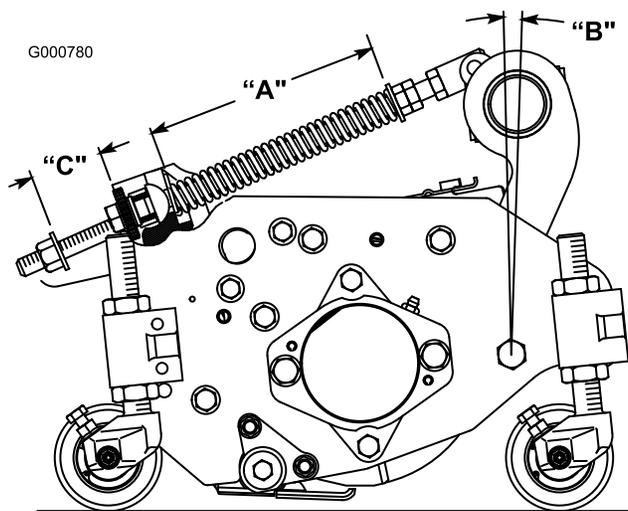

Figura 8
El muelle de compensación del césped (Figura 8), que conecta el bastidor de tiro a la unidad de corte, controla la rotación adelante - atrás, y la altura sobre el terreno en el transporte y en los giros.
- Apriete la contratuerca del extremo trasero de la varilla del muelle hasta que el hueco (C) entre la parte trasera del soporte del muelle y la parte delantera de la arandela sea de 25 mm (Figura 8).
2. Apriete las tuercas hexagonales del extremo delantero de la varilla del muelle hasta que la longitud comprimida (A) del muelle sea de 20,3 cm (Figura 8).
Nota: Cuando siegue césped basto u ondulado, aumente la longitud comprimida (A) del muelle a 21,6 cm y el hueco (C) entre la parte trasera del soporte del muelle y la parte delantera de la arandela a 38 mm (Figura 8).